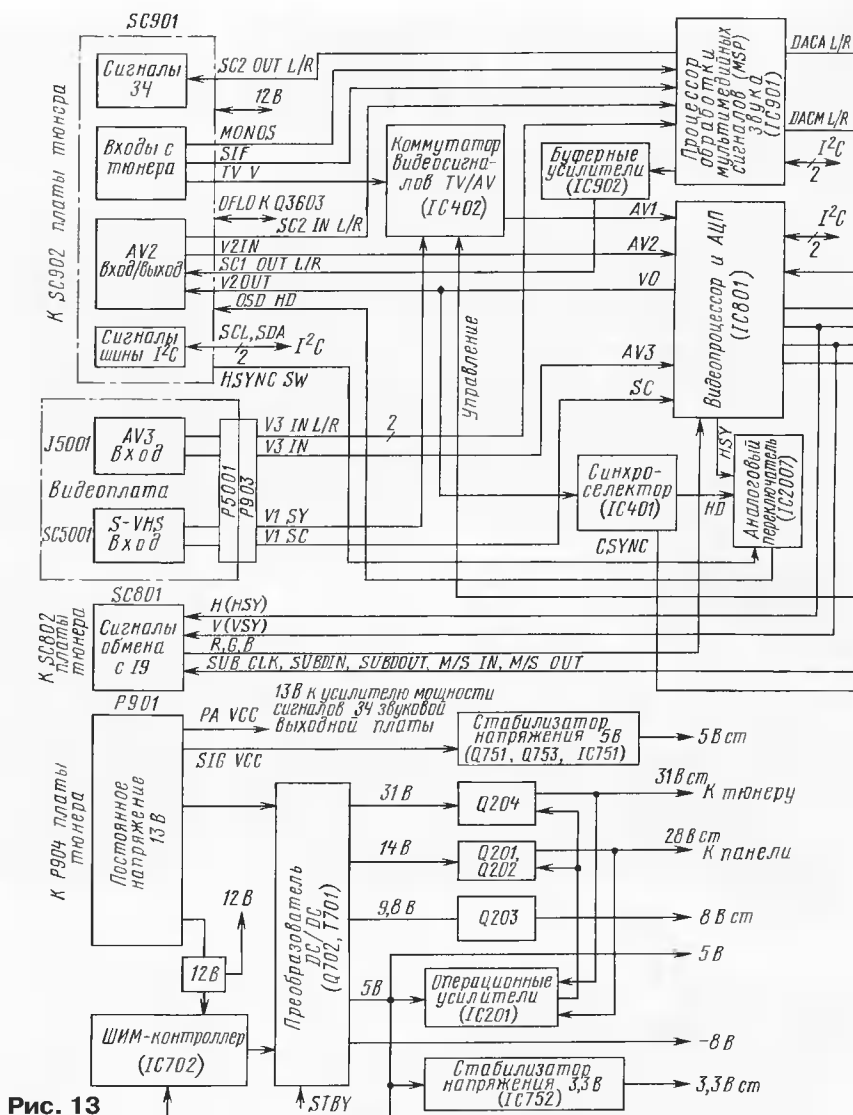
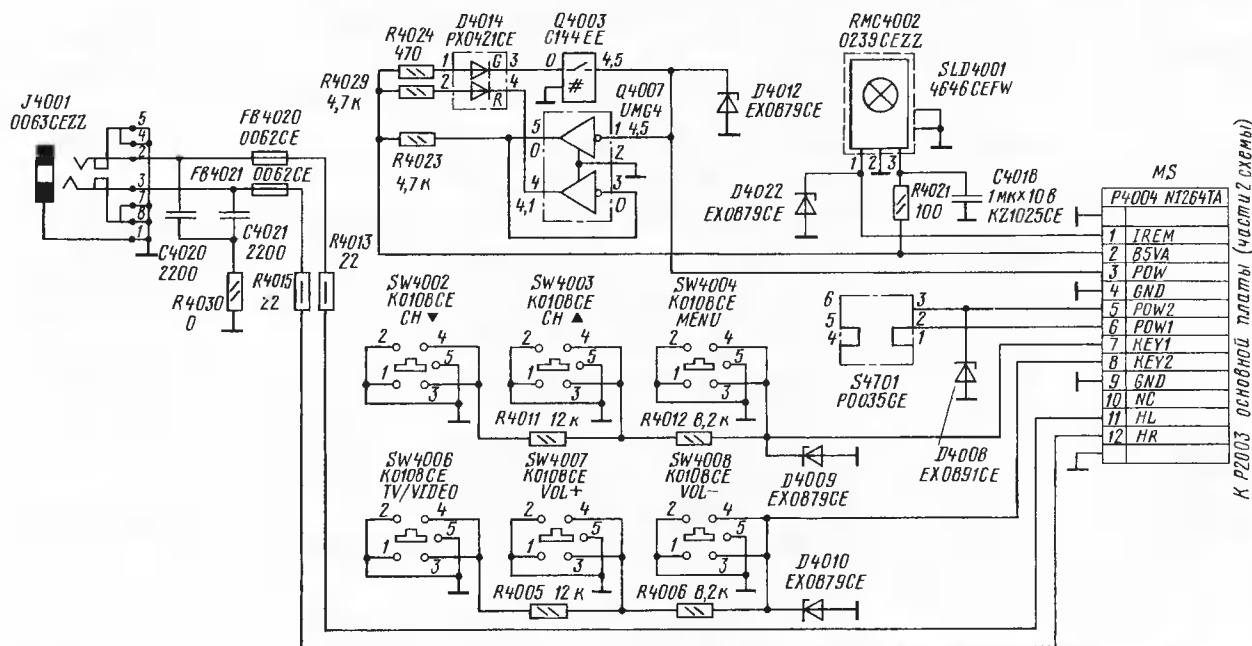

Рис. 13
Рис. 15
Структурная схема платы тюнера показана на рис. 12, а остальных узлов телевизора «Sharp — LC-20C2E» — на рис. 13. Принципиальная схема платы тюнера представлена на рис. 14 (на центральном развороте — с. 40, 41).
Радиочастотный сигнал RF поступает непосредственно на антенный вход самого тюнера (см. рис. 12), находящегося на плате тюнера. На его выходах формируются следующие сигналы: SSIF — сигнал ПЧ звука, который через контакт SIF разьема SC902/SC901 проходит на основную плату (см. рис. 13), а именно — на процессор обработки мультимедийных сигналов звука IC901 (IX3371CE); CCVS (см. рис. 12) — полный цветовой телевизионный видеосигнал, который через контакт TV V того же разьема видеосигналов (см. рис. 13) основной платы IC402 (NJM2235M); AUDIO MONO (см. рис. 12) — монофонический сигнал ЗЧ, который через контакт MONOS того же разьема подан также на микросхему IC901 основной платы (см. рис. 13).
На плате тюнера находятся также два гнезда J902, J903, необходимых для подключения левого (L) и правого (R) внешних громкоговорителей. На эти гнезда через усилительные каскады (на транзисторах Q8, Q9, Q11, Q12) проходят сигналы SOUND L/R с соответствующих контактов (SC2 OUT L/R) разъема SC902/SC901, на который они поступают с микросхемы IC901 основной платы (см. рис. 13).
Через соответствующие контакты (см. рис. 12) разъема SC903 (SCART) на телевизор подаются сигналы ЗЧ AV SOUND L/R и изображения AV PICTURE. Эти сигналы через контакты SC2 IN L/R и V2 IN разъема SC902/SC901 приходят на основную плату (см. рис. 13), причем звуковые сигналы — на процессор IC901, а видеосигналы — на видеопроцессор IC801 (VPC3230D).
Сформированные процессором обработки сигналов звука IC901 (см. рис. 13) сигналы ЗЧ поступают на предварительный усилитель на микросхеме IC304 (BH3543F+), а с него через контакты разъема P2003/P4004 — на находящееся на плате переключателей гнездо подключения головных телефонов J4001. Принципиальная схема платы переключателей представлена на рис. 15.